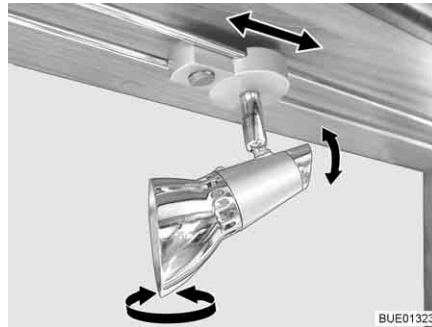

Fig. 64 Spot
*Tourner :* ■ Saisir le boîtier (Fig. 64,1) et le tourner.
*Faire coulisser :* ■ Saisir le support (Fig. 64,2).